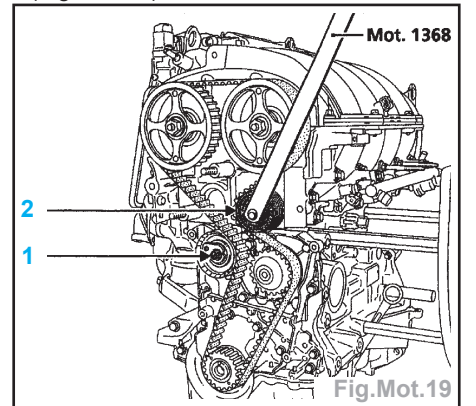

Fig.Mot.19
- Détendre la courroie de distribution en dévissant l'écrou (1) du galet tendeur (Fig.Mot.19).
- le galet enrouleur en serrant la vis de fixation à l'aide du **Mot. 1368** (au couple de 4,5 daN.m) (Fig.Mot.19).